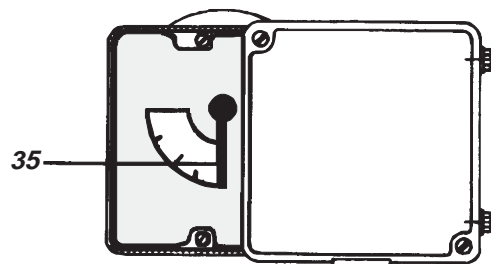

Fig. 20: Fijación de la aguja **35** y de la ventanilla
- m) Fijar la ventanilla (véase fig. 20).